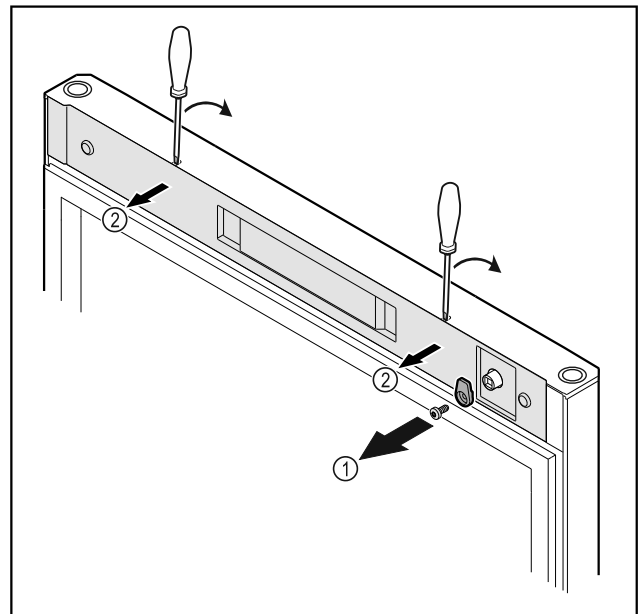

Fig. 11
- ▶ Відкрутити запірний гачок Fig. 11 (1).
- ▶ За допомогою малої викрутки зніміть з фіксатора кришку Fig. 11 (2) і видаліть.